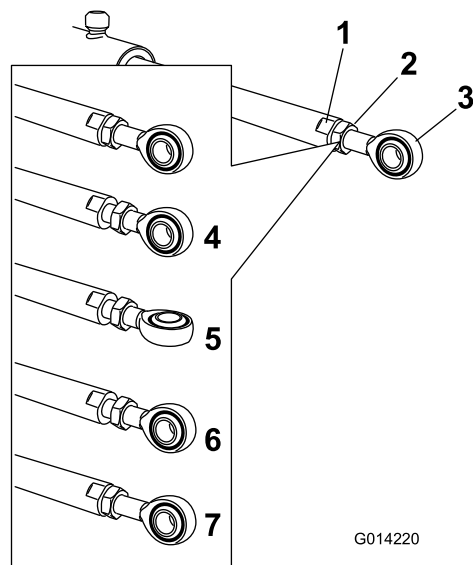

図 150
5. アクチュエータロッドの平らな部分にレンチを当ててロッドを保持しながらジャムナットをゆるめる 図 150。
6. ロッド端部を回転させてアクチュエータを希望の位置に調整する 図 150。